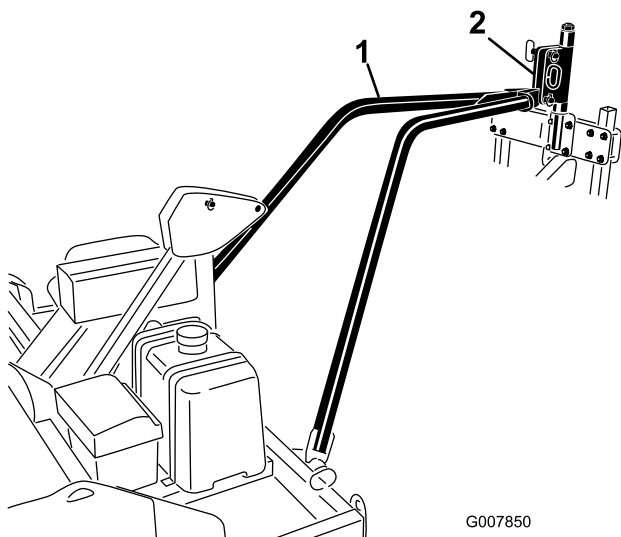

Figura 13
4. Rimuovere la fune di traino o la corda e abbassare la piastra di fissaggio del braccio di traino fino ad inserirla nel perno girevole di attacco dell'arieggiatore (Figura 13).